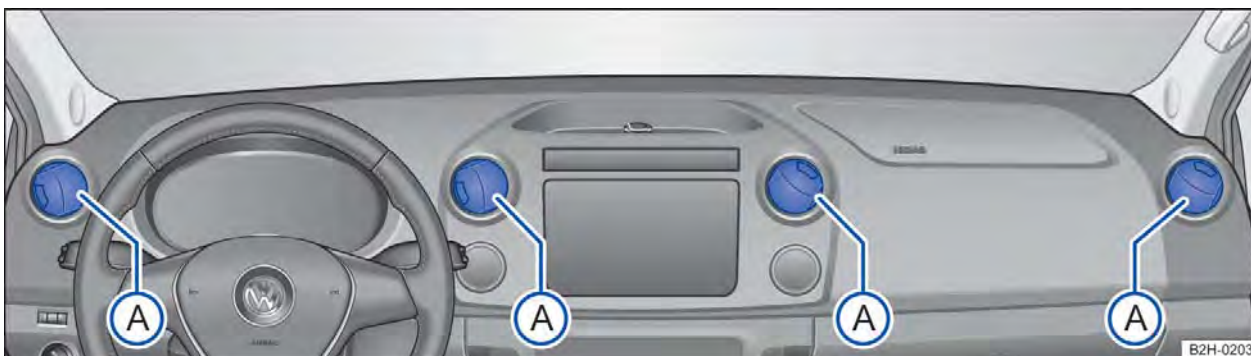

Fig. 123 Difusores de ar no painel de instrumentos.
Para atingir a potência de aquecimento, refrigeração e entrada de ar satisfatórias no interior do veículo, os difusores de ar \Rightarrow Fig. 123 (A) devem permanecer abertos.